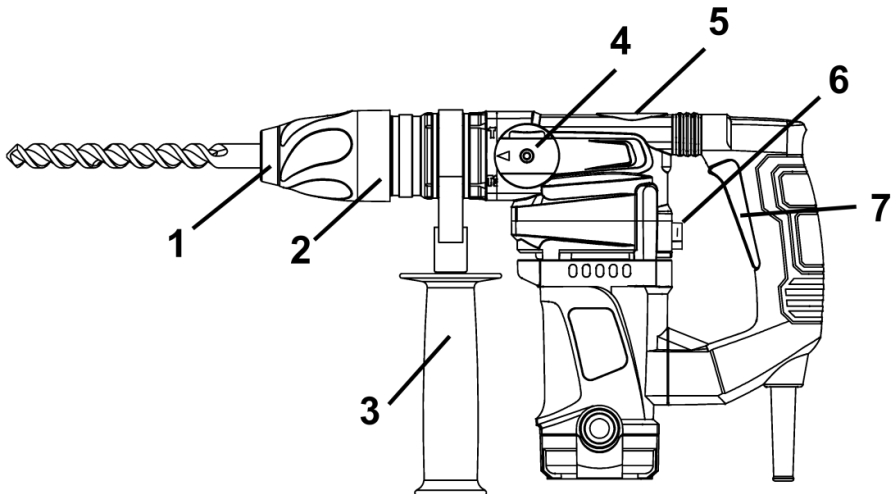

Рисунок 1
4.2 Для включення виробу натисніть на курок вимикача (7) (рис.1). Для відключення виробу слід курок відпустити.